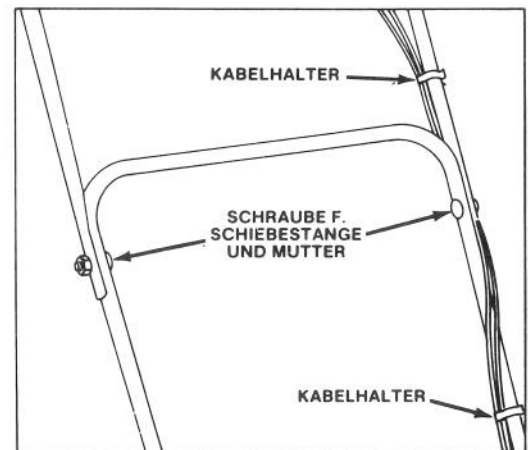

Abbildung 2
2. OBERE SCHIEBESTANGEN (Abb. 2) — Obere und untere Schiebestangen mit den Schrauben und Drehknöpfen befestigen. Kontrollkabel mit Kabelhaltern befestigen.